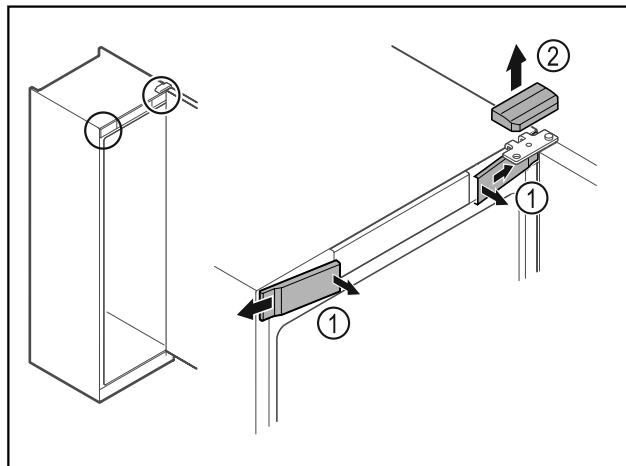

Fig. 17
- Uvolněte uvnitř přední kryty Fig. 17 (1) a sejměte je stranou.
- Horní kryt Fig. 17 (2) odeberte směrem nahoru.